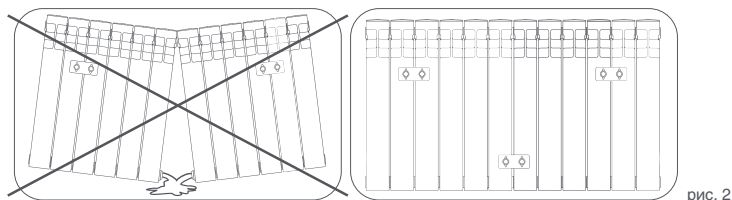

рис. 2
3. Монтаж радиаторов к стене (рис. 2)